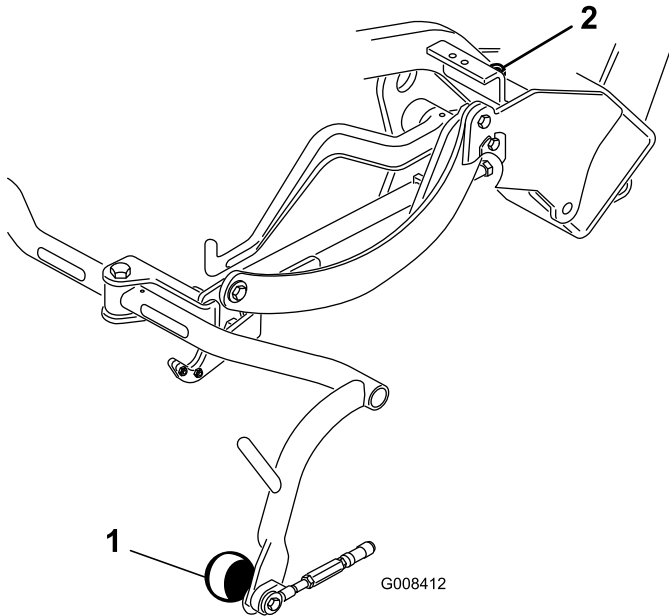

图 6
4. 如果必须调节间隙应拧松承载架限位螺丝上的锁紧螺母图 6 上下旋转螺丝以升起或放低承载架。拧紧锁紧螺母固定调整。